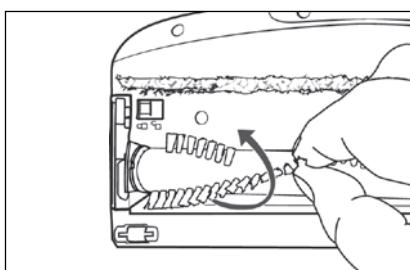

Fig. 30
- 3) Retirez le rouleau brosse ②1 par les poils de la brosse de sol ②2. Tournez légèrement le rouleau brosse ②1 pour pouvoir le retirer plus facilement (voir fig. 30).